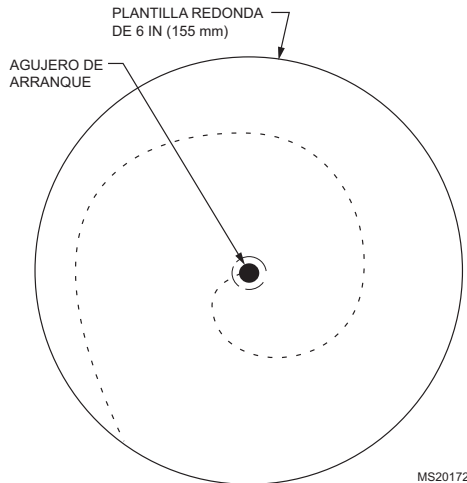

Fig. 5. Corte para la abertura del desviador.
10. Corte cuidadosamente la abertura para un collarín de arranque de 6 in. (155 mm). Consulte la Fig. 5. Utilice un taladro o punzón para iniciar el corte en la mitad del círculo. Corte en forma de espiral hacia afuera para permitir el control del corte.